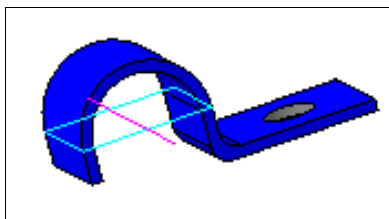

Рис. 23.37. Модель *Скоба 1*
В некоторых случаях в сборке необходимо построить прокладку труб или монтаж жгутов. Для их построения можно использовать вершины компонентов сборки. Через эти вершины необходимо создать ломаную кривую как траекторию трассы. Для построения прокладки жгута создайте модели скобы и основания. Сохраните их под именами *Скоба 1* и *Основание 1*. На модели основания в дальнейшем разместим данные скобы. *Модели Скобы и Основания имеются в папке Модели 3D к урокам на прилагаемом компакт-диске.* Далее построим вспомогательный отрезок в модели *Скоба 1* (рис. 23.37). Конечные точки этого отрезка будут точками ломаной кривой. Для этого:
- ◆ в Дереве модели выделите элемент **Нормальная плоскость:1** и нажмите кнопку **Эскиз**. Начертите отрезок длиной 20. В данном случае для обозначения опорных концов отрезка примените команду **Контрольная точка**. В дальнейшем при построении ломаной вам будет легче определять координаты вершин. Закройте эскиз. Сохраните изменения. У вас должно получиться, как на рис. 23.37.